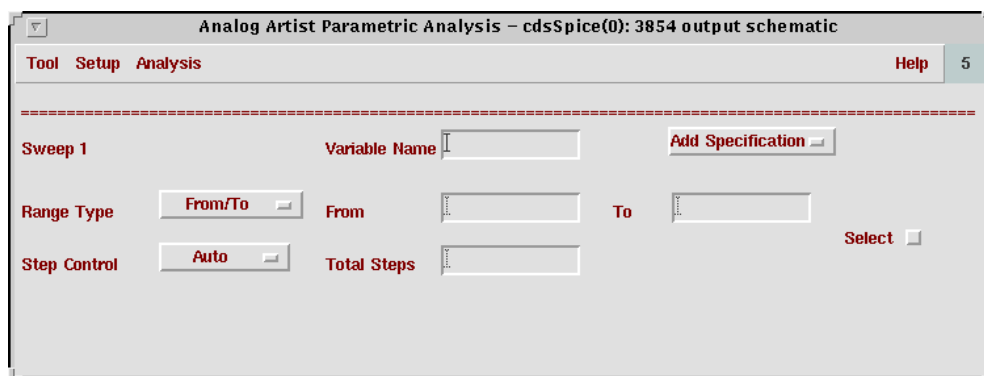

图 1-4-6 参量分析窗口
1) Tools/Parametric Analysis 子菜单可以打开如图 1-4-6 的窗口。它提供了一种很重要的分析方法——参量分析的方法,也即参量扫描。可以对温度,用户自定义的变量 (variables) 进行扫描,从而找出最合适值。以下详细说明: